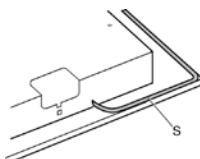

Fig.5
- Virar o aparelho e aplicar o vedante S (fig. 5) ao longo do bordo exterior.